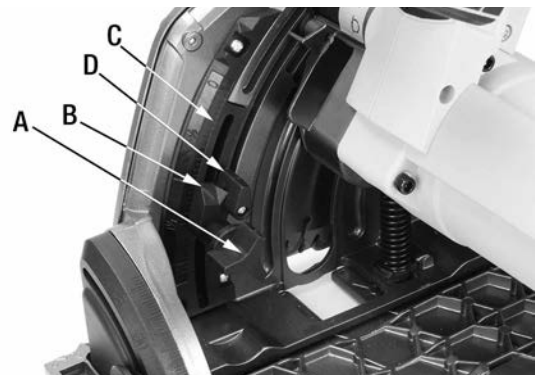

FIGURE 5
- 3) Desserrez le bouton de verrouillage du réglage de la profondeur de plongée (A) Fig.5 et déplacez-le vers le haut ou vers le bas jusqu'au réglage de profondeur souhaité en utilisant la flèche indicatrice (B) et l'échelle (C) comme guide.
- 4) Si vous utilisez votre Scie à Rail Plongeante sans la rail de guidage de 50" en option (accessoire mod. KW-300), tournez le levier de compensation de rail (D) Fig.5 dans le sens antihoraire jusqu'à la position supérieure tel que montré pour compenser le manque de l'épaisseur de la rail de guidage.
- 5) Si vous utilisez votre Scie à Rail Plongeante avec la rail de guidage de 50" en option (accessoire mod. KW-300), tournez le levier de compensation de rail (D) Fig.5 dans le sens horaire jusqu'à la position inférieure pour compenser l'épaisseur de la rail de guidage.
- 6) Une fois le réglage est effectué, serrez le bouton de verrouillage du réglage de la profondeur de plongée (A) Fig.5. Faites un test de plongée pour vérifier votre réglage avant de brancher votre Scie à Rail Plongeante.